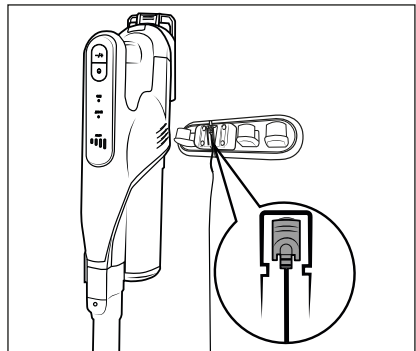

Abb. 6
- ◆ Setzen Sie den Staubsauger von oben in die Wandhalterung **18**, so dass der Hohlstecker **11** in die Ladebuchse **3** an der Unterseite des Gerätes rutscht. Die Batterieanzeige **27** beginnt zu blinken und der Ladevorgang startet (siehe Abb. 6 und 7).